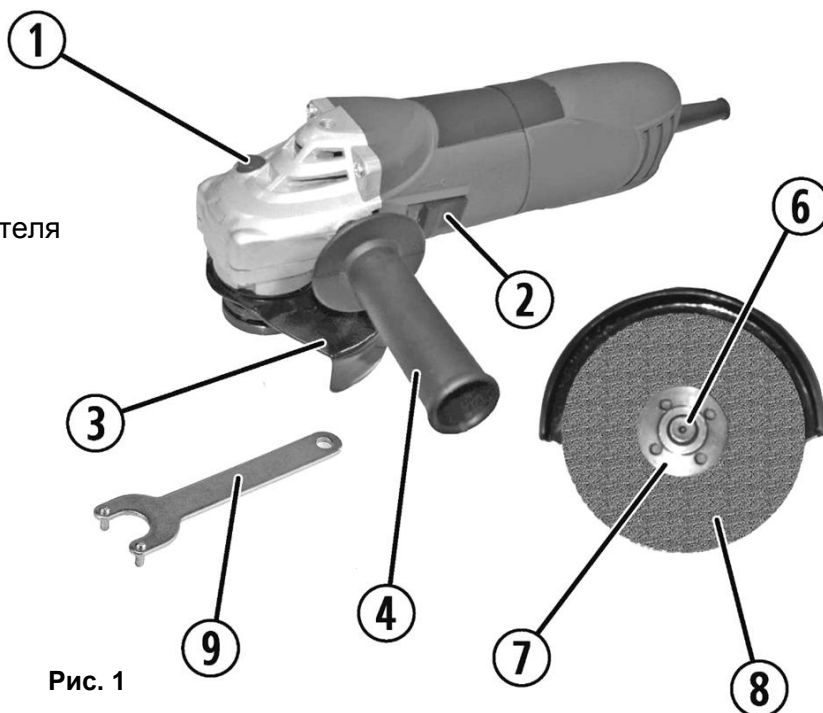

Рис. 1
- Удерживая нажатой кнопку фиксации шпинделя (1)(См. Рис.1), установите внутренний фланец (5) на шпиндель (6)(См. Рис.2).
- Установите новый, исправный отрезной или шлифовальный круг (8).
- Отпустите фиксатор шпинделя (1)(См. Рис.1) .
- Удерживая нажатой кнопку фиксации шпинделя (1)(См. Рис.1), отверните наружную фланцевую гайку (7)(См. Рис.2), идущим в комплекте фланцевым ключом (9)(См. Рис.1).
- **Для включения** инструмента - нажмите на клавишу пускового выключателя (2) (См. Рис.1) и потяните ее вперед. Переведите ее в положение «ВКЛ» (ON).
- **Для выключения** инструмента - отпустите клавишу пускового выключателя (2) (См. Рис.1), верните ее назад. Переведите ее в положение «ВЫКЛ» (OFF).